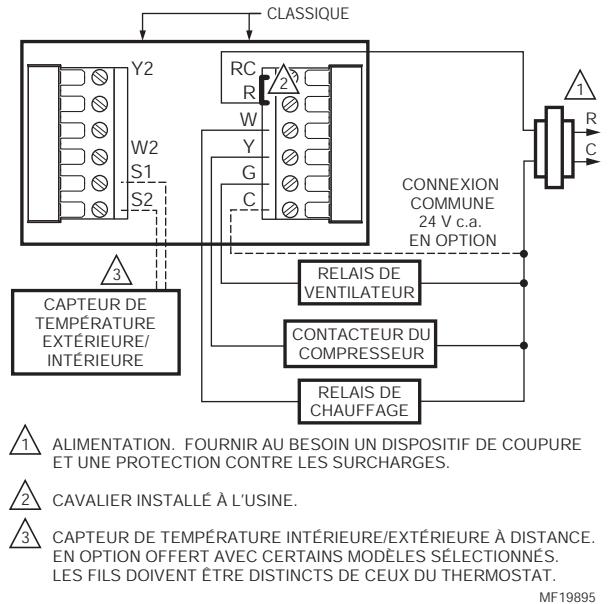

Fig. 9. Raccordement type d'un système de chauffage-refroidissement classique à un étage avec un seul transformateur (système classique 1C/1R).
6. Voir les schémas de raccordement types aux Fig. 9 à 21.